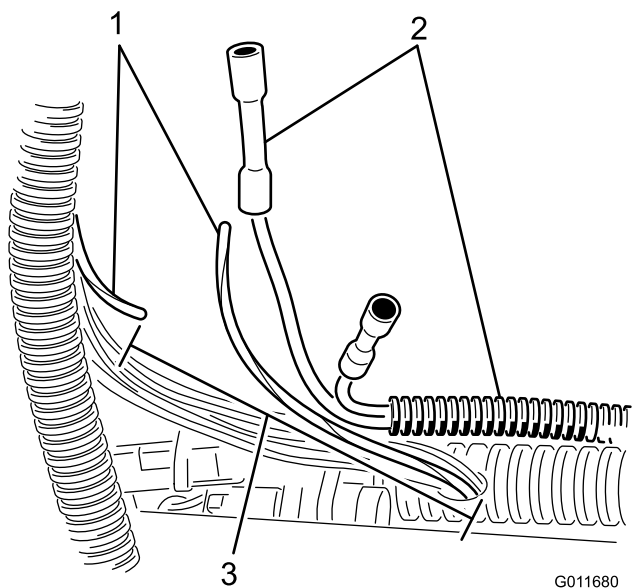

Figura 16
6. Trovate il filo marrone/bianco e tagliatelo a 10,16 cm dalla giunzione (Figura 16).